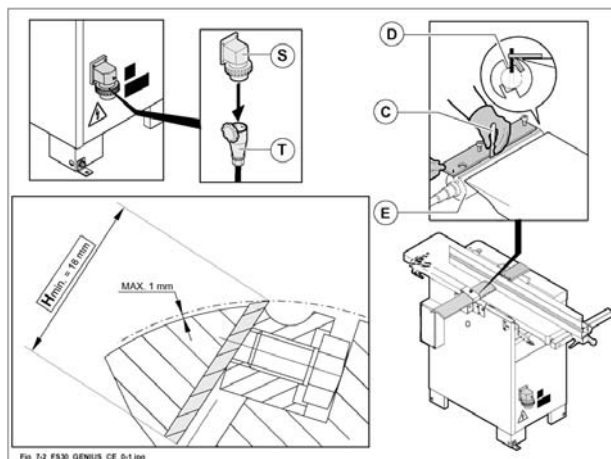

Fig. 7.2
- Svitare le viti di bloccaggio con apposita chiave (C fig. 7.2); il coltello fuoriesce spinto dalle molle di contrasto.
Se necessita sostituire i coltelli inserendoli nell' apposita sede (D fig. 7.2) rispettando l'orientamento dell'angolo di affilatura relativamente al senso di rotazione dell'albero pialla (E fig. 7.2).
- Verificare che i coltelli ed i lardoni siano centrati rispetto all'albero pialla (E fig. 7.2).
l'affilatura dei coltelli è permessa fino ad un'altezza minima di 18 mm (fig. 7.2). Raggiunta questa quota sostituire il coltello.